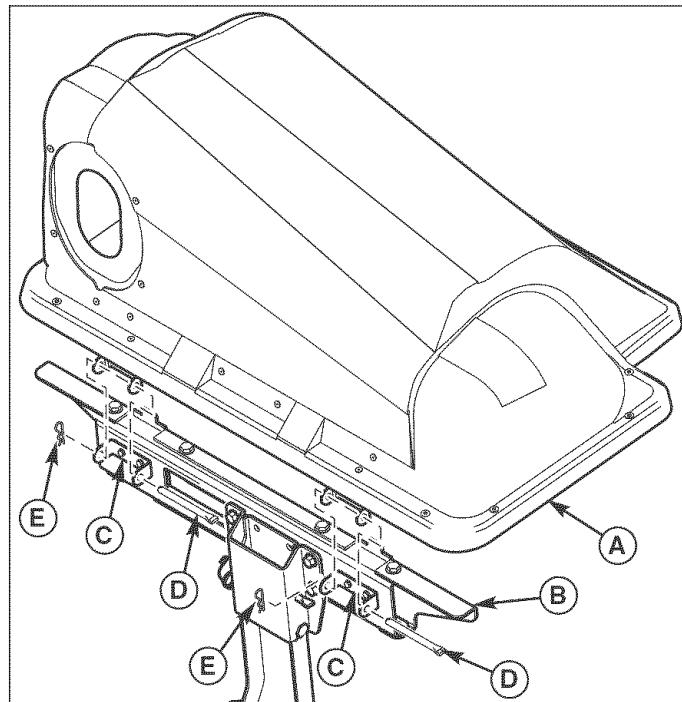

Figure 21. Installation de couvercle
1. Attacher l'ensemble de couvercle (A, Figure 21) au support de sac (B) à l'aide des pivots de charnières du couvercle (C). Fixer l'ensemble de couvercle au support de sac à l'aide des pivots de charnière (D) et des ressorts de bague de retenue (E) comme il l'est indiqué.